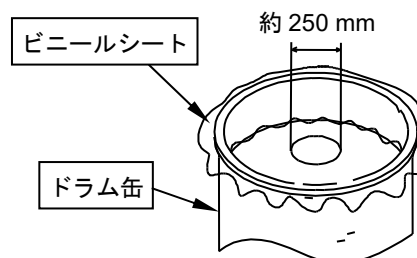

Fig.9
インキ面のビニールシートのシワをドラム缶内周の隅まできれいに伸ばしてください。（Fig.9）
別途ビニールシート（約 1.2 m 四方、厚さ 0.07～0.08 mm）を用意して、ドラム缶内のインキ面に被せてください。この際、ドラム缶に対して均等に被せ、ドラム缶内周の隅まできれいにインキ面に密着させてください。（Fig.9）
- 4) ビニールシート外周の余り分をドラム缶の縁から外へ広げて出してください。（Fig.9）
- 5) ビニールシートの中央部に直径 250 mm 程度の丸穴を開け、カットした中央のビニールシートを取り除いてください。（Fig.9）